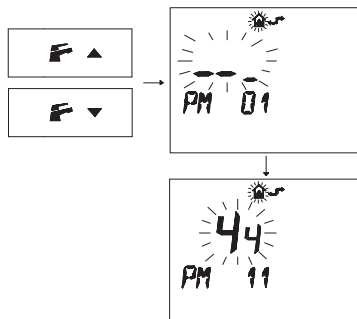

Figura 5.48
- Premere i pulsanti  o  per visualizzare la programmazione "**PM11**" della postcircolazione pompa (Figura 5.48).